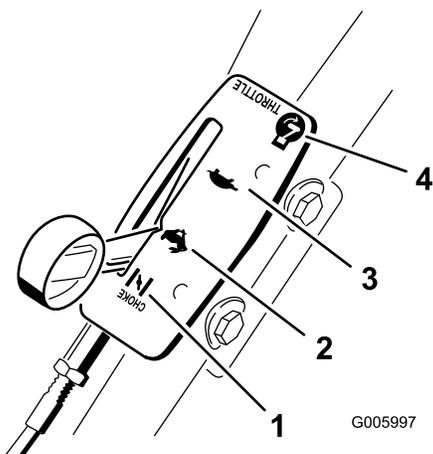

Figura 18
Los ajustes del acelerador se muestran en (Figura 18).
3. Mueva la palanca del estarter a la posición Estarter (Figura 18).
5. Mueva la palanca del estarter/acelerador a la posición Rápido (Figura 18).